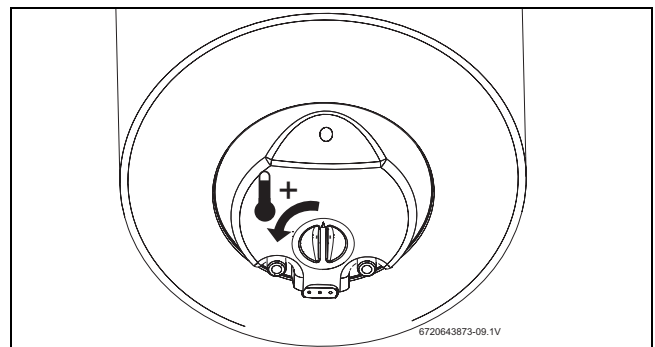

Рис. 10 Підвищення температури
- ▶ Встановіть обмежувач температури на максимальну температуру. Для цього поверніть температурний регулятор ліворуч до упору (→ Рис. 10).